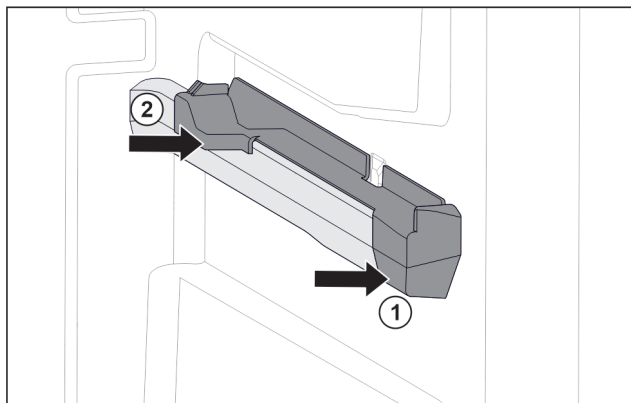

Fig. 124 Nasazovací díl na pravém žebrování na nádoby
- ▶ Nasadte nasazovací díl na žebrování na nádoby. Fig. 124 (1)
- ▶ Přitlačte nasazovací díl k zadní části. Fig. 124 (2)